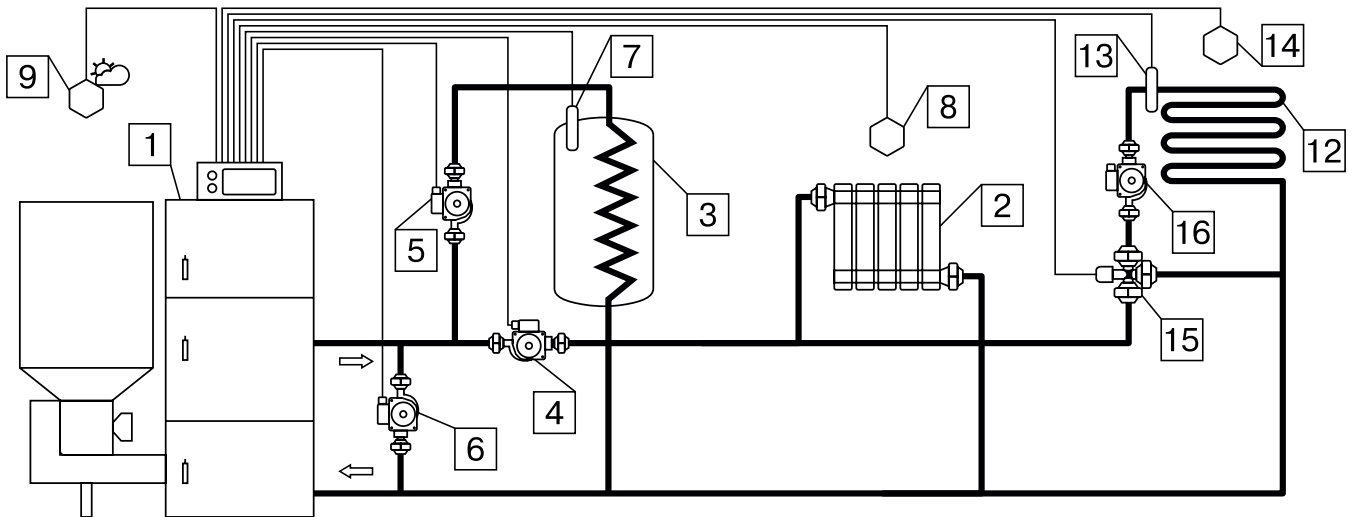
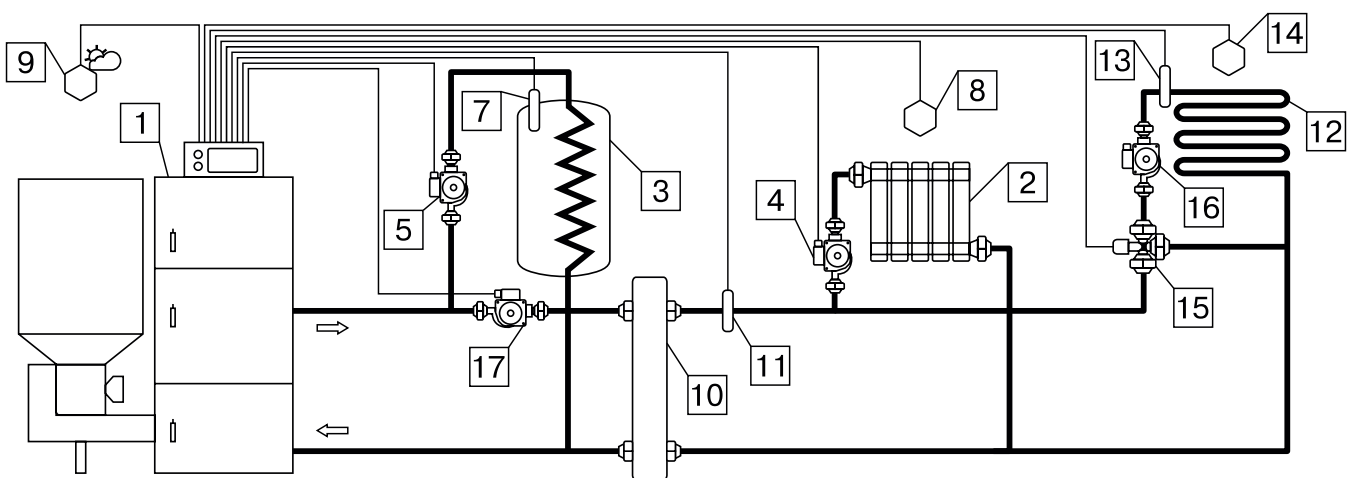

Рис.11 Упрощенная схема подключения котла с узлом рециркуляции.
Рис.12 Упрощенная схема подключения котла с гидроразделителем, контуром ГВС и теплого пола.
7.4.2. Упрощенные варианты схем монтажа котла с закрытой системой отопления представлены на Рис.11; Рис.12. Представленные схемы не заменяют проектного чертежа закрытой системы отопления и предназначены только для просмотра!